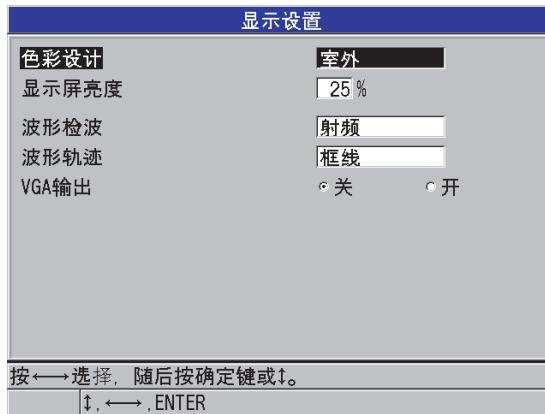

图 4-3 显示设置屏幕
2. 在**显示设置**屏幕中（参见第 62 页的图 4-3），为以下参数选择想要的参数和值：